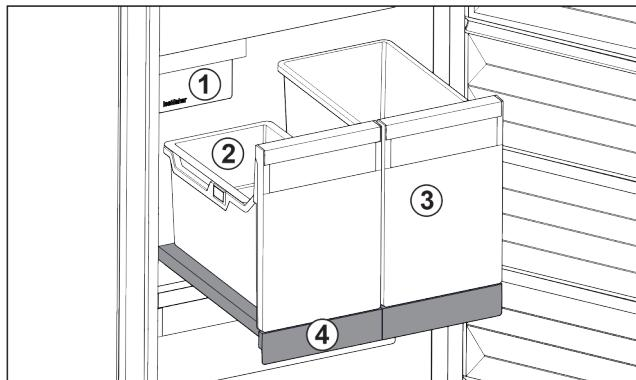

Fig. 98 Витяжна панель IceTower
- (1) IceMaker
- (2) Підвісний лоток для кубиків льоду
- (3) Резервуар наприклад для піци, алкогольних напоїв
- (4) Витяжна панель
На витяжній панелі є два високих резервуари(IceTower). В резервуарі Fig. 98 (2) кубики льоду з IceMaker збираються та зберігаються. Резервуар Fig. 98 (3) придатний для зберігання високих харчових продуктів, таких як піца та алкогольні напої.